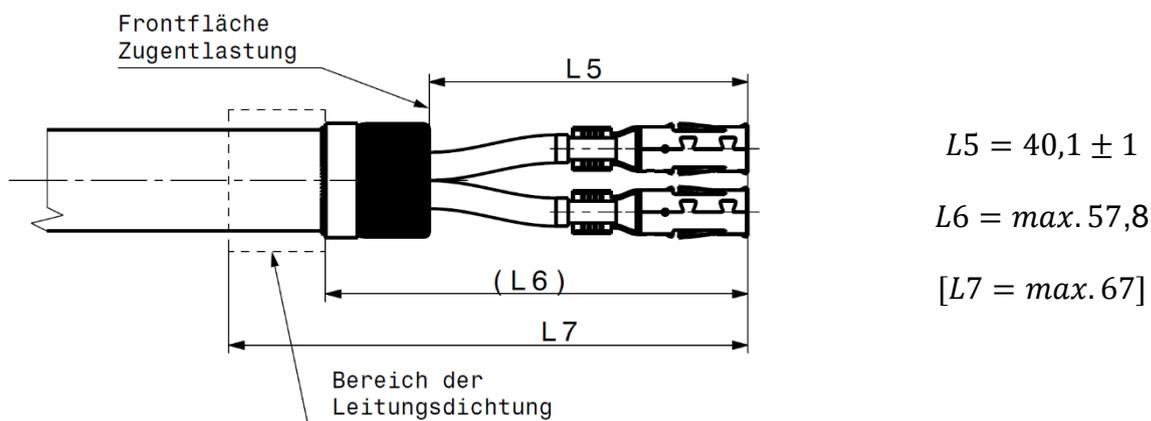

Bild 43: Einhaltung der Maße nach dem Crimpen
- Die Länge L2 des Schirmgeflechtes ist so zu wählen das bei einem straffen und vollständigen umlegen der Schirmlitzen, wie in Kapitel 3.5 beschrieben, diese mit dem Tape fixiert werden können, ohne das einzelne Litzen unter dem Tape in Richtung Dichtbereich hervorstehen (siehe Bild 43).